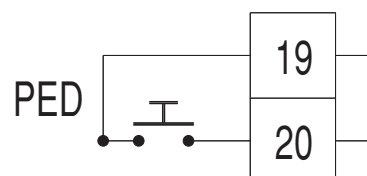

Fig. 4
13) ACESSÓRIOS**SPL** (fig.4).